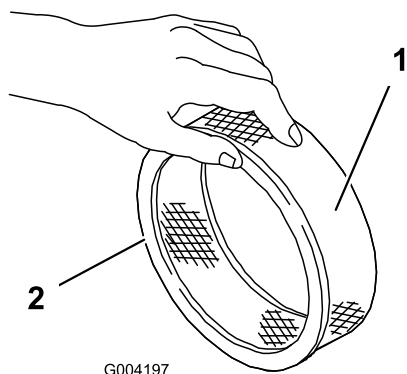

図 45
5. ペーパー・フィルタに汚れや油汚れ、ゴムシールの傷がないか点検する（図 45）。
1. ペーパー・エレメントにスポンジ・エレメントを注意深く取りつける（図 45）。